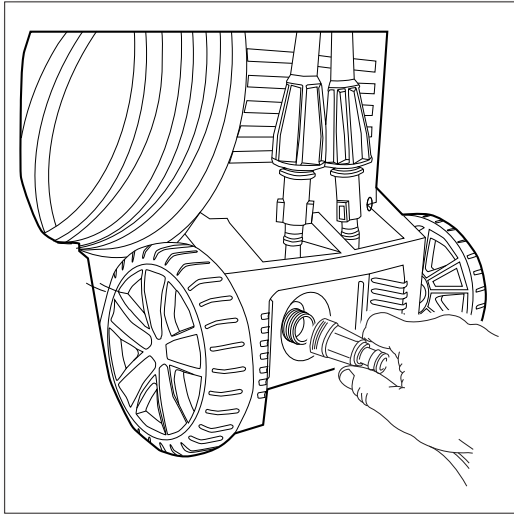
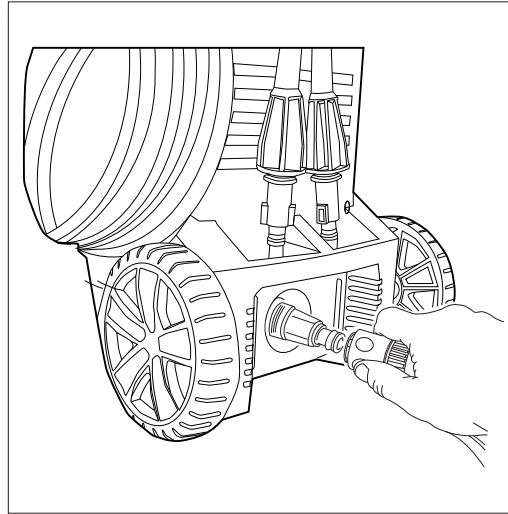

Fig. 13
Fig. 14
- Installez l'adaptateur de tuyau d'arrosage (ATA) et le filtre à connexion rapide. Il se compose de deux pièces séparées. (1) Un adaptateur en plastic clair avec un filtre (d'une longueur d'environ 3 pouces) (**Fig. 13**) et (2) un collet accessoire bleu/noir (**Fig. 14**).